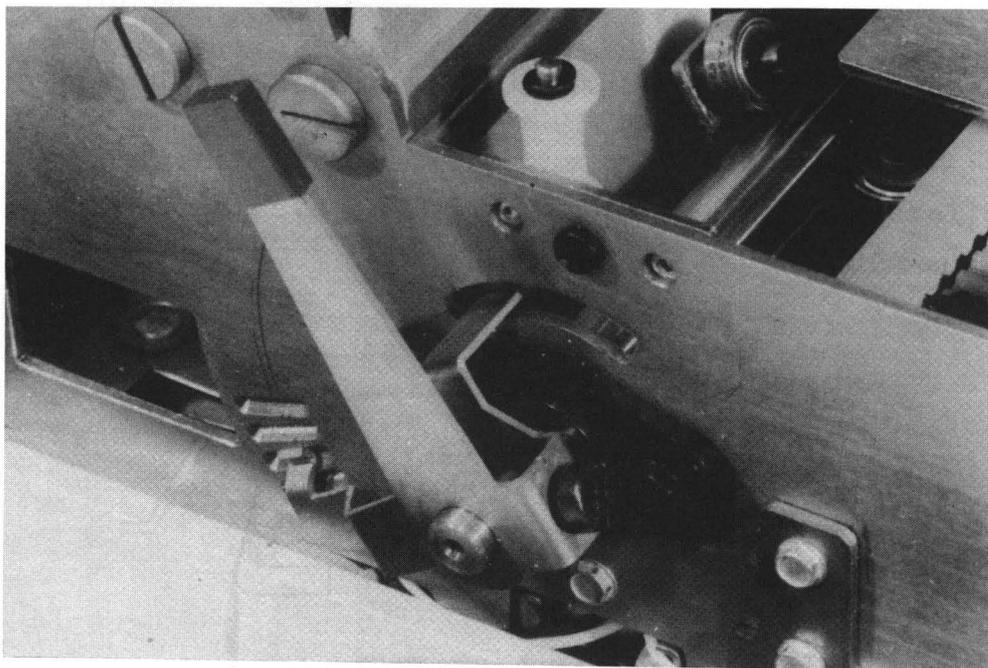

Abb.: 5
- * Den Justagehebel in Konsolrichtung legen (vorderste Position, Abb.: 5)